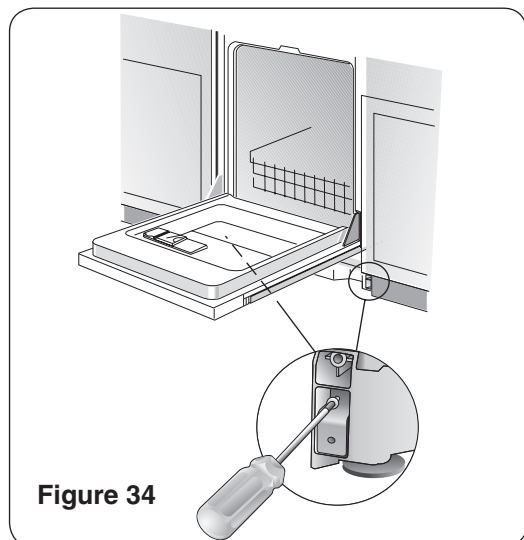

Figure 34
Étape 1 : insérer le pied court de la fixation dans les encavures de la base du lave-vaisselle, **figure 34**.